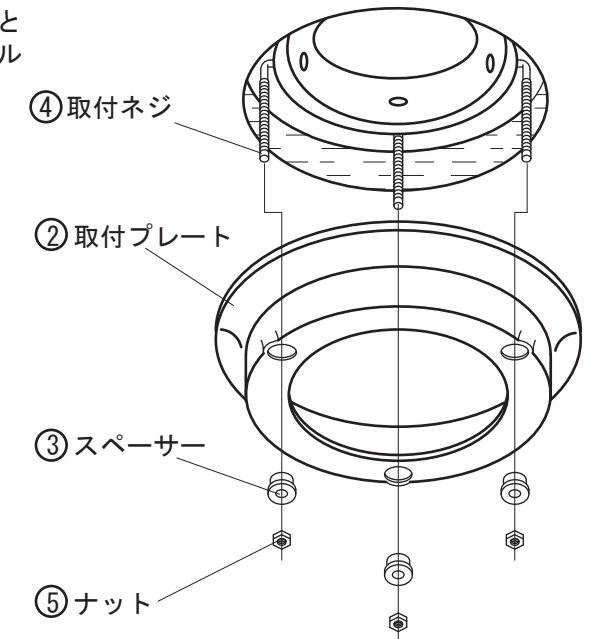

図5 (カウンター裏面より)
ボウルに引っ掛けた④取付ネジに②取付プレートと③スペーサーを通し、⑤ナットにて締め込みボウル本体をカウンターへ固定します。(図5参照)